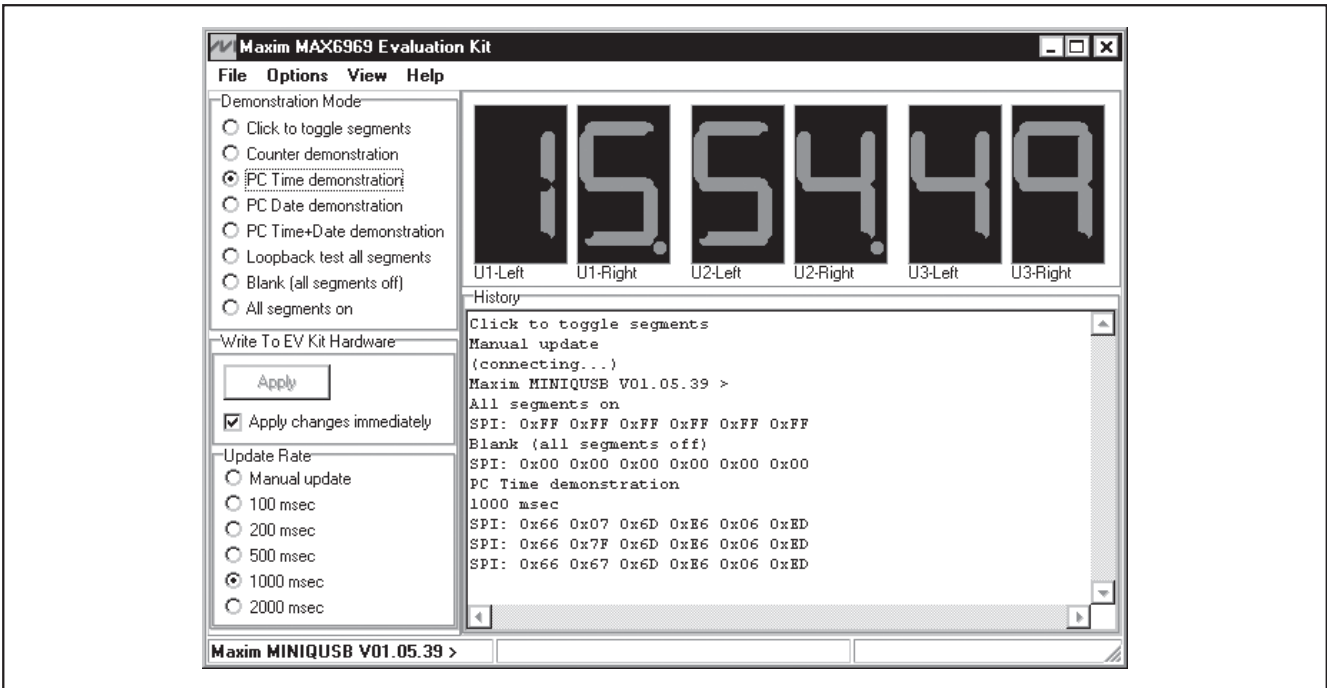

图2. MAX6969评估软件的PC时间显示(在7段显示器上显示24小时制式时间，每秒钟刷新一次)
- 10) 在**Demonstration Mode**组合框中，点击**PC Time demonstration**单选按钮，7段LED将按照小时、分钟和秒显示24小时制式的时间，如图2所示。